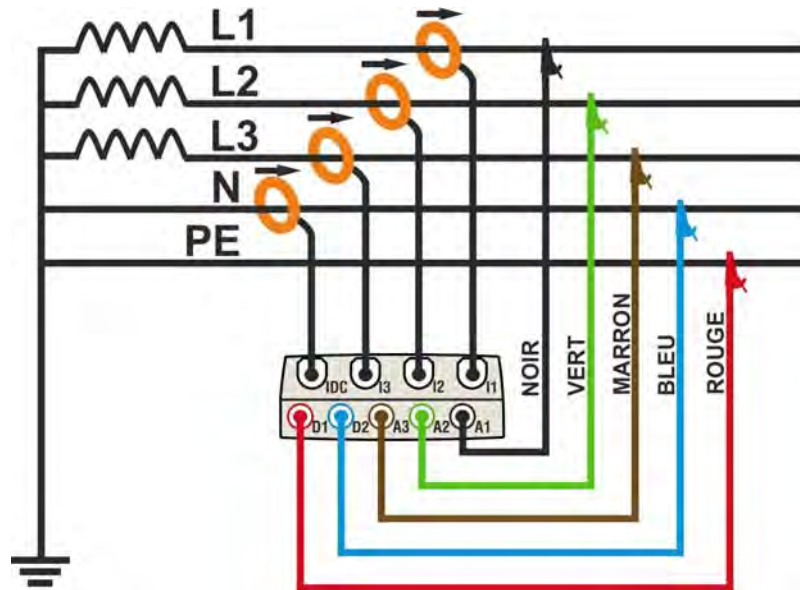

Fig. 166 : Connexion de l'instrument à un système 4 fils
2. Connecter les câbles de mesure de la tension sur les conducteurs de Phase L1, L2, L3, Neutre et Terre, selon les couleurs de la Fig. 166. **Vérifier l'ordre cyclique correct des phases "123"** (voir la § 5.2.4.1) et apporter les corrections nécessaires pour atteindre ce résultat.
3. Connecter les pinces de courant sur les conducteurs de phase L1, L2, L3 et Neutre N comme il est montré à la Fig. 166 **en respectant le sens de la flèche** présente sur les pinces qui indique la direction conventionnelle du courant du générateur vers la charge. **Sur les pages-écrans « Valeurs temps réel », vérifier toujours que la valeur des Puissances Actives P1, P2, P3 est positive et que les facteurs de puissance Pf1, Pf2, Pf3 relatifs à la charge sont normalement inductifs**, avant de démarrer un Engistrement. Tourner la pince de 180° sur les conducteurs concernés en cas de valeurs négatives des puissances actives.